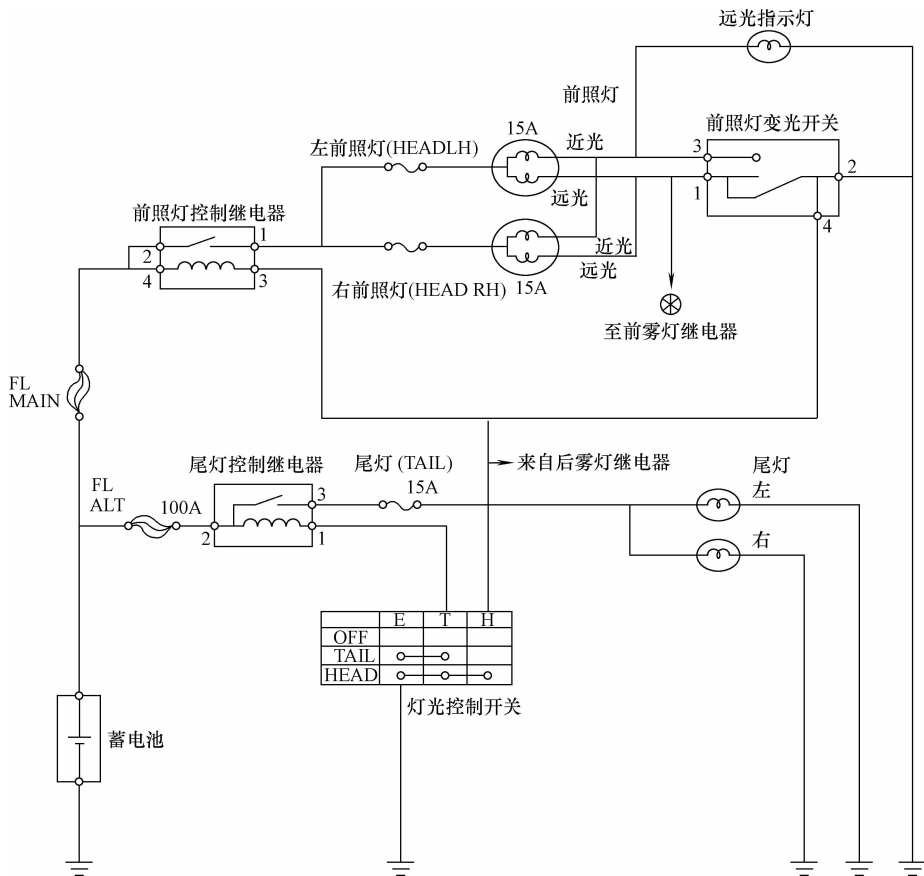

图 4-14 前照灯及尾灯控制电路
(1) 前照灯的故障诊断与排除 前照灯控制电路如图 4-14 所示。
①故障现象：灯光开关在前照灯档位时，只有远光亮，而近光不亮，或只有近光亮而远光不亮。
②故障原因：变光开关损坏；远、近光的一条导线断路；双丝灯泡中某灯丝烧断。
③故障诊断与排除：更换变光开关；检查前照灯线路，必要时修复与更换；更换同一型号的灯泡。
### (2) 尾灯的故障诊断与排除 尾灯控制电路如图 4-14 所示。